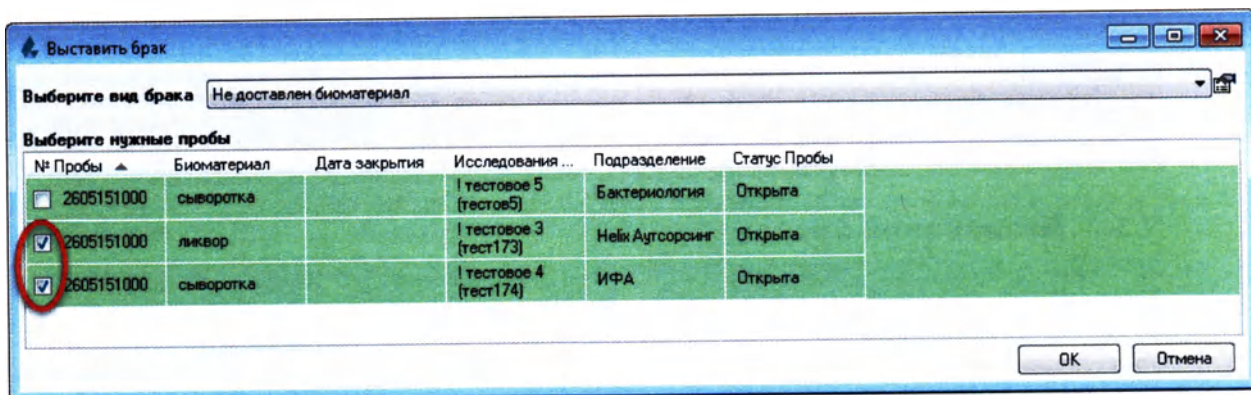

Рисунок 7.3
5. Отметьте пробы, которые необходимо отбраковать (Рисунок 7.3):